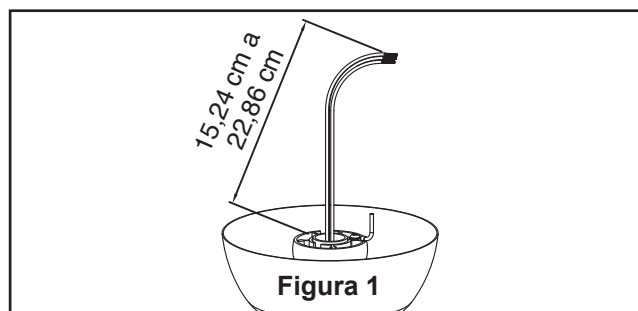

Figura 1
1. Corte el exceso de cable aproximadamente de 15 a 23 cm (6 a 9 pulgadas) por encima de la parte superior del barral. Pele 1,2 cm ( $\frac{1}{2}$ " ) del aislamiento en cada extremo del cable. (Figura 1)
Para evitar una posible descarga eléctrica, asegúrese de cortar la alimentación eléctrica de la caja de fusibles principal antes de colgar el ventilador. (Figura 1)